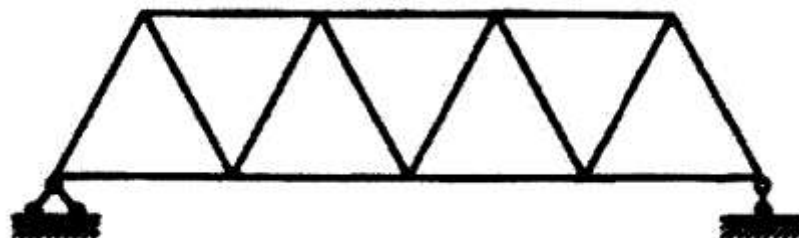

Рис. 51. Железобетонная ферма
**Текст задания:** Назовите тип железобетонной фермы, представленной на рис. 51. Расскажите об элементах ферм.